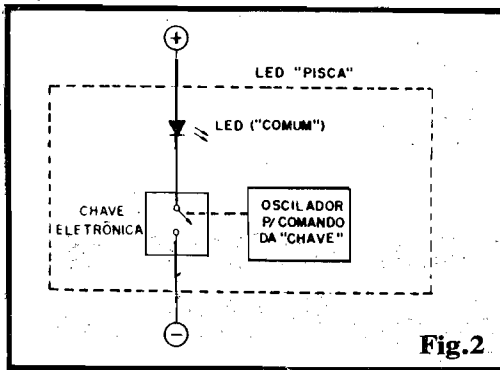

Fig. 2
- FIG. 2 - DETALHANDO O "LED PISCA" - Um LED comum (Diodo